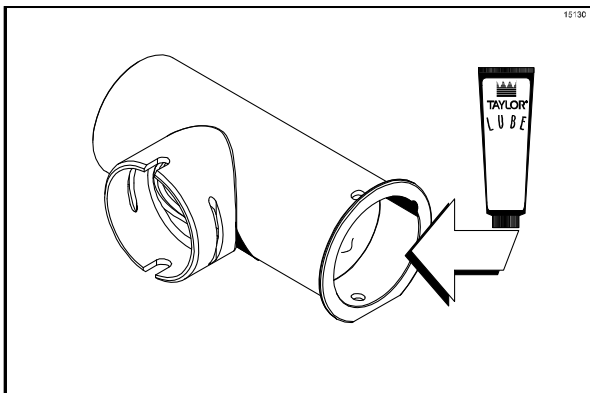

Abbildung 144
3. Die Innenseite des Pumpengehäuses am Haltestiftende dünn mit Schmiermittel bestreichen. (Siehe Abbildung 144.)